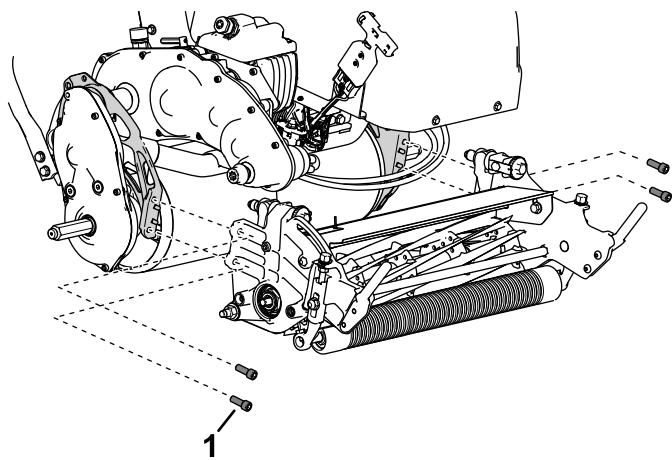

Figura 45
4. Retire los tornillos allen que sujetan la unidad de corte al bastidor (Figura 45).